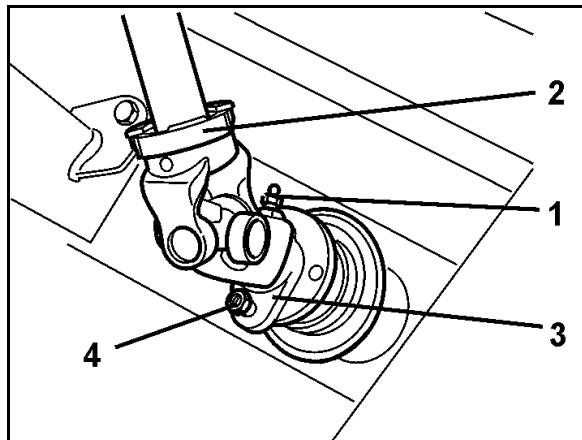

Fig. 83
1. Løsne den koniske smørenippelen (Fig. 83/1) i koblingsnavet (Fig. 83/2) på kraftoverføringsakselen.
2. Fjern brytebolten (Fig. 83/4) mellom kraftoverføringsakselen gaffelflens (Fig. 83/3) og flensen til girets inngangsaksel.